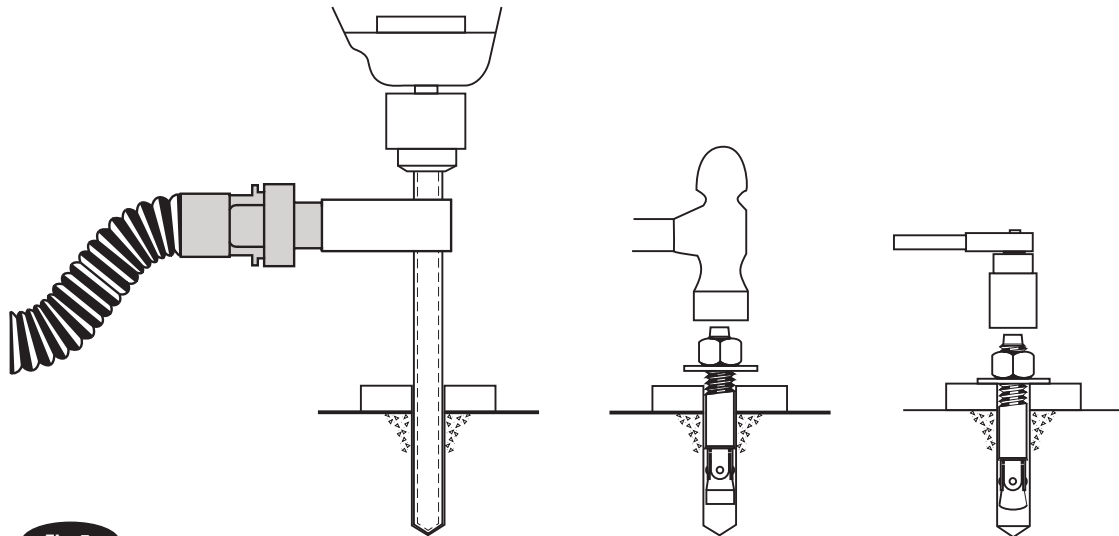

Fig. 5a
Si vous installez un pont élévateur sismique, consultez votre ingénieur structures et le représentant du fabricant pour connaître les exigences du béton et d'ancrage (varient selon le lieu). Fig. 5a et le tableau ci-dessous s'appliquent aux ponts élévateurs non sismiques seulement.
Percez des (10) trous de 19 mm (3/4 in) de diamètre dans le sol en béton en utilisant les trous de la plaque de base de la colonne comme guide. Voir la Fig. 5a pour les exigences en matière de profondeur des trous, d'espacement des trous et de distance aux bords.